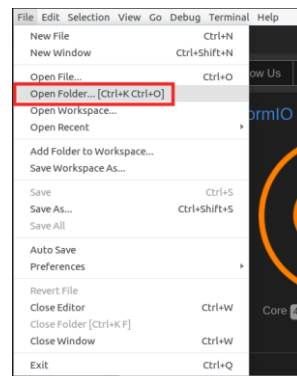

Figura 33. Open Folder
- Na barra de menu superior, clicar em *File* → *Open Folder* (Figura 33) e encontre a pasta *[RVfpgaPath]/RVfpga/examples/*